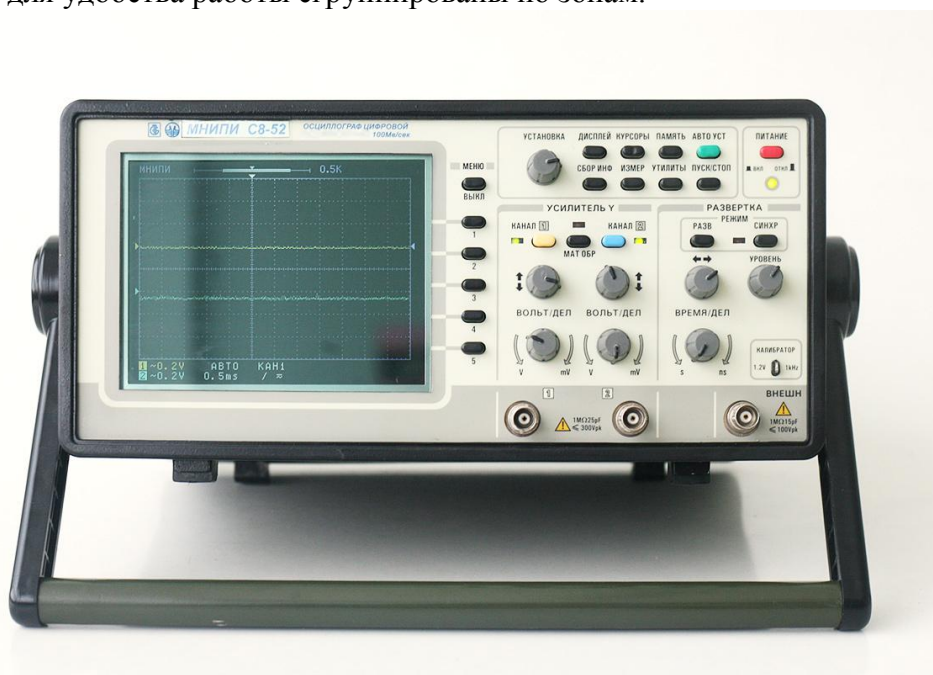

Рисунок 1 — Передняя панель осциллографа
2.2.1.1 Органы управления, подключения и индикации на передней панели (рисунок 1) для удобства работы сгруппированы по зонам.